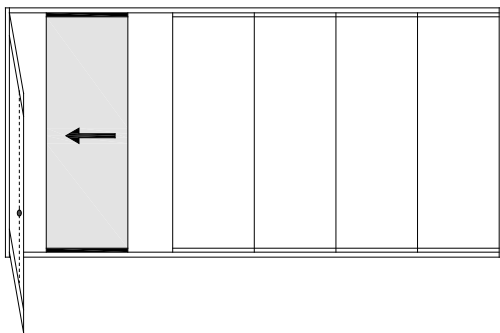
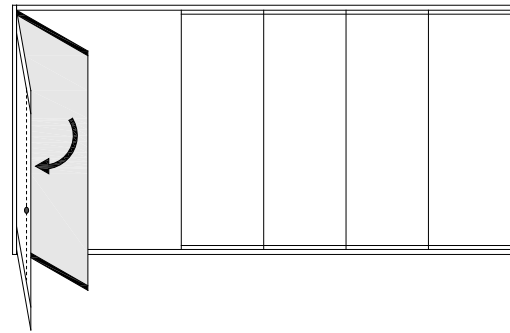

Fig.2
Fig.3
- Le ante non incernierate sono tutte indipendenti, per poterle impacchettare si devono far scorrere fino al parcheggio (Fig.2) , a questo punto si può far ruotare l'anta come raffigurato in Fig.3.